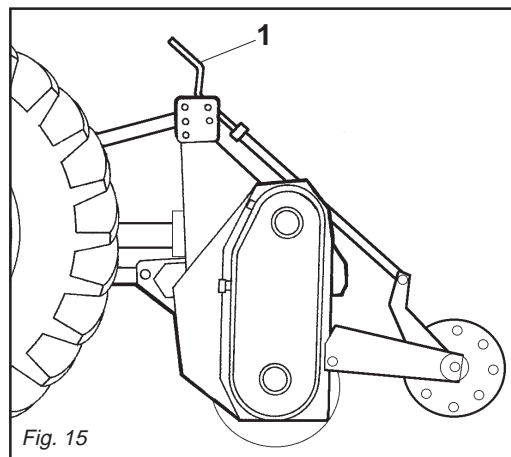

Fig. 15
**Zappatrici con rullo:** la regolazione della profondità in queste zappatrici si effettua ruotando la manovella centrale (1 Fig. 15).
**Machine with roller:** to adjust working depth on this type of machine is adjusted either the center crank (1 Fig. 15).
**Maschine mit Walzen:** die Tiefeneinstellung bei diesen Maschinen erfolgt über den zentralen Handgriff (1 Abb. 15).
**Machine avec rouleau:** pour le régler de la profondeur sur ces machines s'effectue avec la manivelle centrale (1 Fig. 15).
**Màquinas con rodillo:** el ajuste de la profundidad en estas màquinas se efectúa por medio de la manivela central (1 Fig. 15).